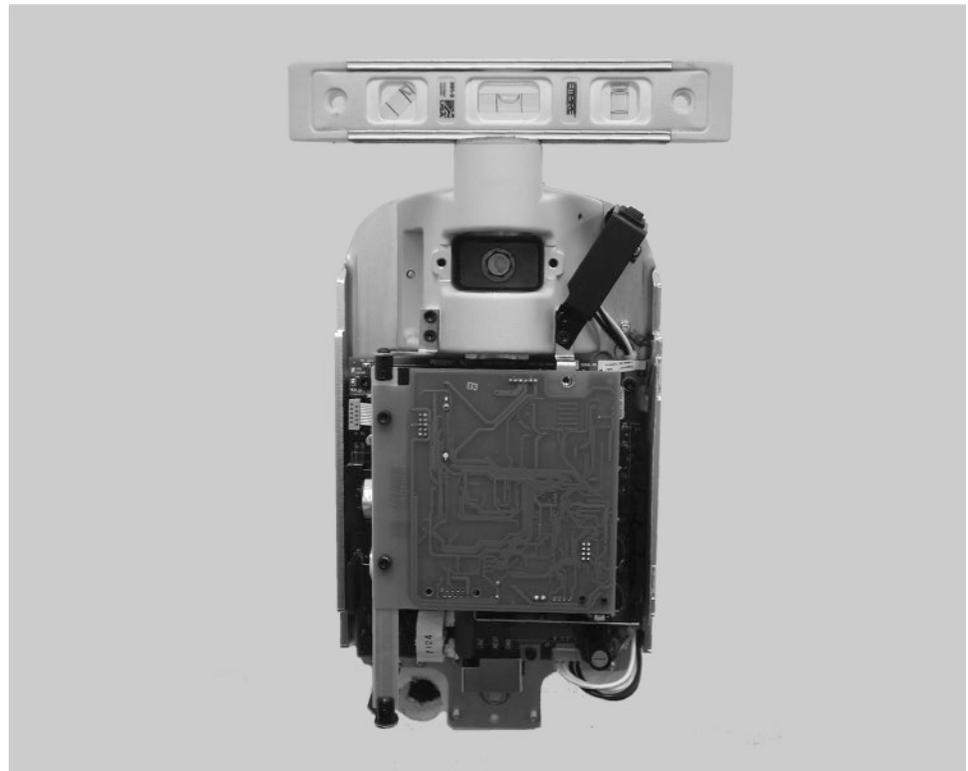

Figura 14
5. Colocar un nivel sobre la unidad de control de forma paralela a la pared, como se muestra en la *Figura 14*. Nivelar la unidad de control.